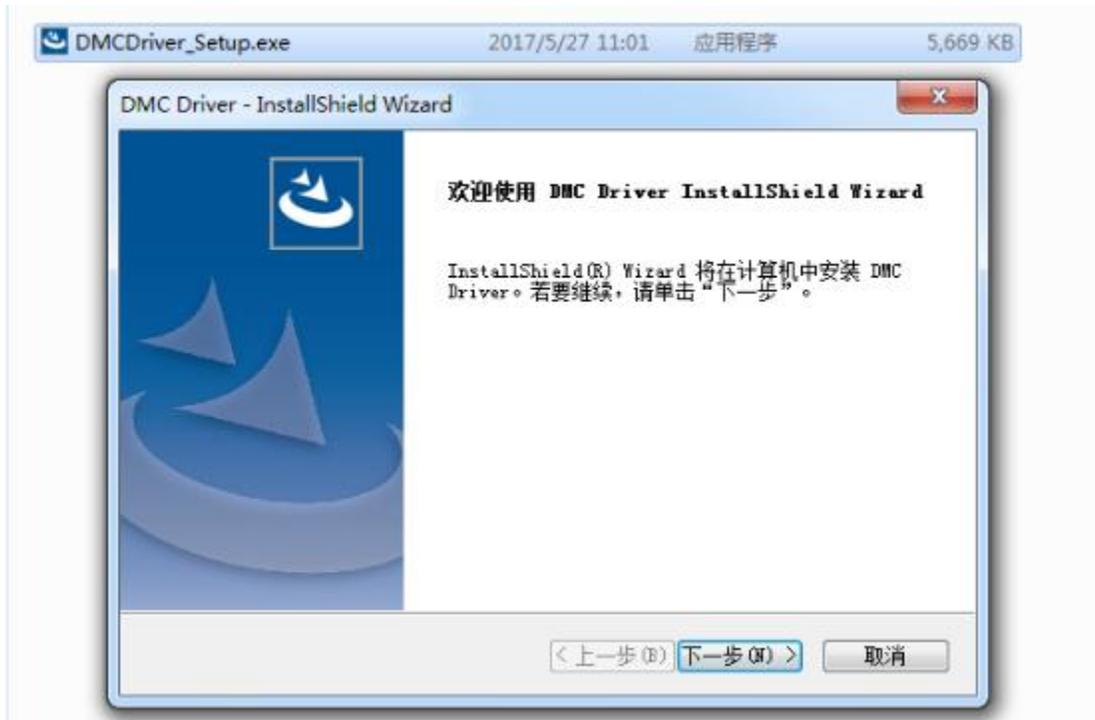
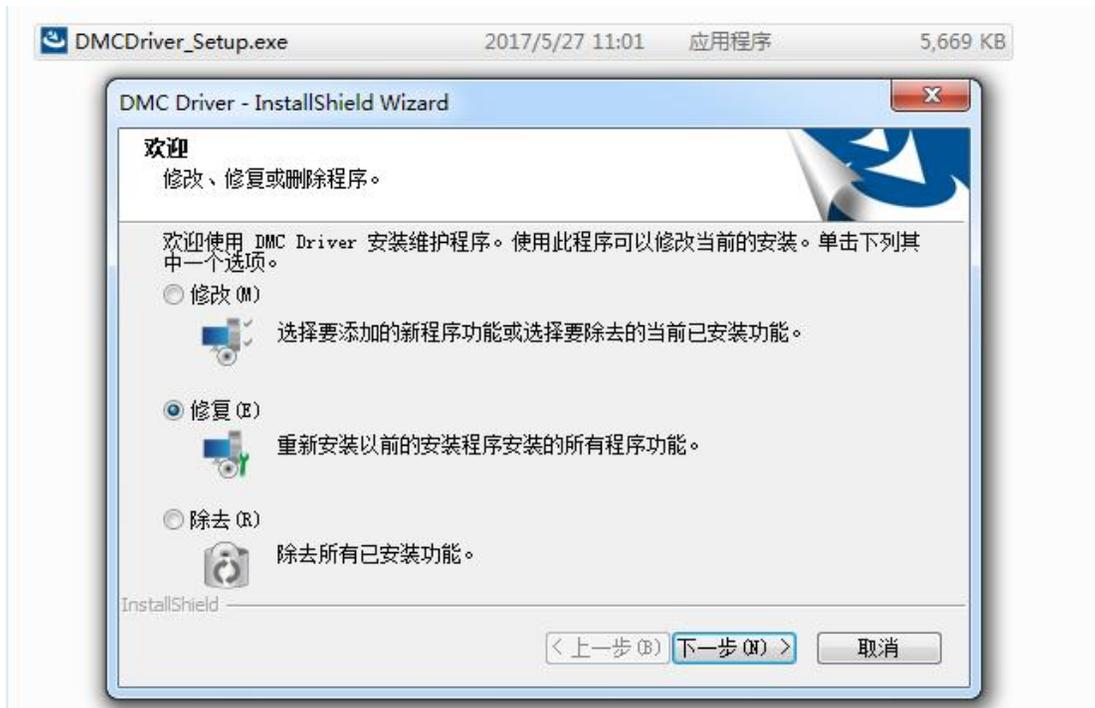

图 4.3 驱动程序开始安装
图 4.4 已安装驱动程序选项
1、双击驱动文件 `DMCDriver_Setup.exe`，如果出现如图 4.3 所示对话框，点击“下一步”继续安装；如果出现如图 4.4 所示对话框，请选择“修复”，并点击“下一步”，跳转到第 5 步继续安装。